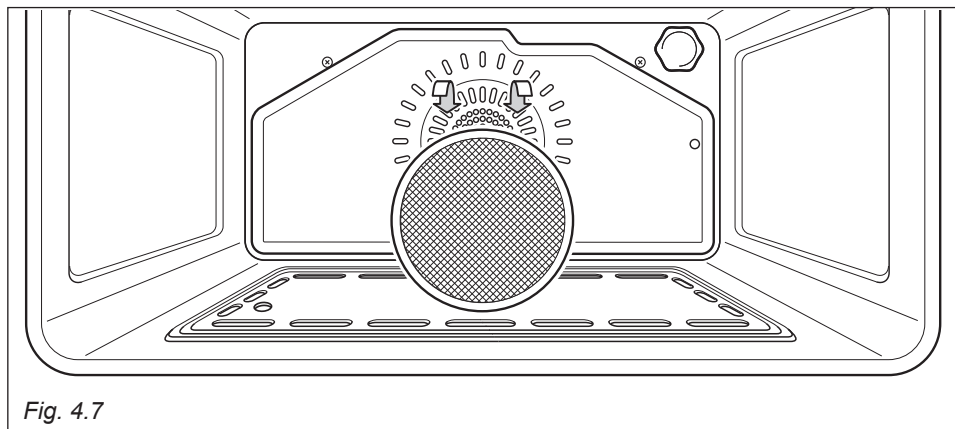

Fig. 4.7
- Uno speciale filtro è previsto nella parte posteriore del forno per catturare particelle di grasso che si sviluppano soprattutto quando si arrostitisce della carne (fig. 4.7). Il filtro va agganciato alla parete posteriore del forno come illustrato in figura 4.7.